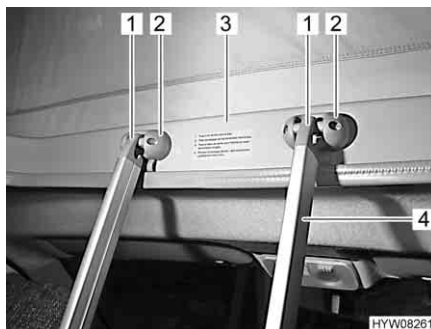

Fig. 91 Scaletta di accesso
Per accedere al letto sul tetto a soffietto utilizzare sempre la scaletta di accesso (Fig. 91,4) montata di serie.
- Agganciare la scaletta con i due archetti (Fig. 91,1) nelle graffe (Fig. 91,2) del telaio (Fig. 91,3) del tetto a soffietto.